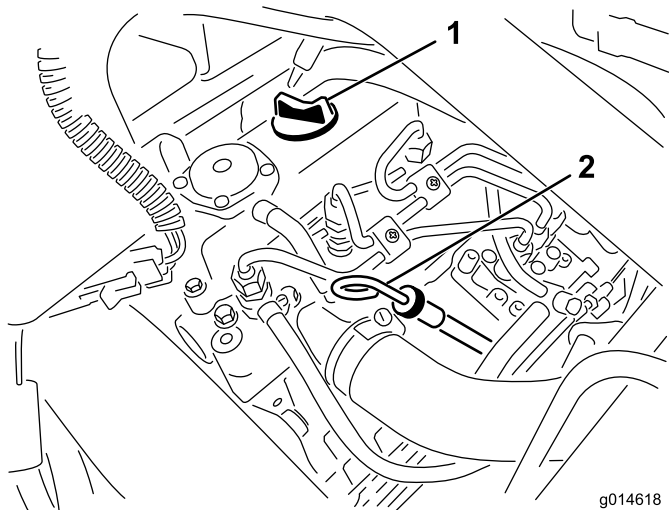

Figure 25
2. Retirez la jauge et essuyez-la sur un chiffon propre (Figure 25). Remettez la jauge dans le tube en l'enfonçant au maximum. Sortez la jauge du tube et vérifiez le niveau d'huile. Si le niveau est trop bas, retirez le bouchon de remplissage du couvre-culasse et ajoutez **lentement** la quantité d'huile nécessaire pour